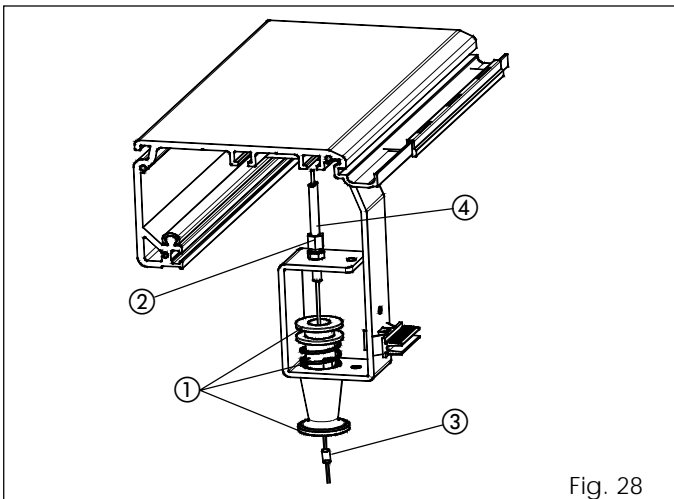

Fig. 28
- Monteer de ontgrendelknop zoals aangegeven op fig. 28 ref. ①.
- Draai de stelschroef vast met de bijbehorende blokkeeremoeren aan de binnenkant van de beugel (fig. 28 ref. ②).
- Blokkeer de staalkabel met de kabelblokkering en de desbetreffende schroef (fig. 28 ref. ③).
- Breng de huls van de kabel tegen de stelschroef (fig. 28 ref. ④).